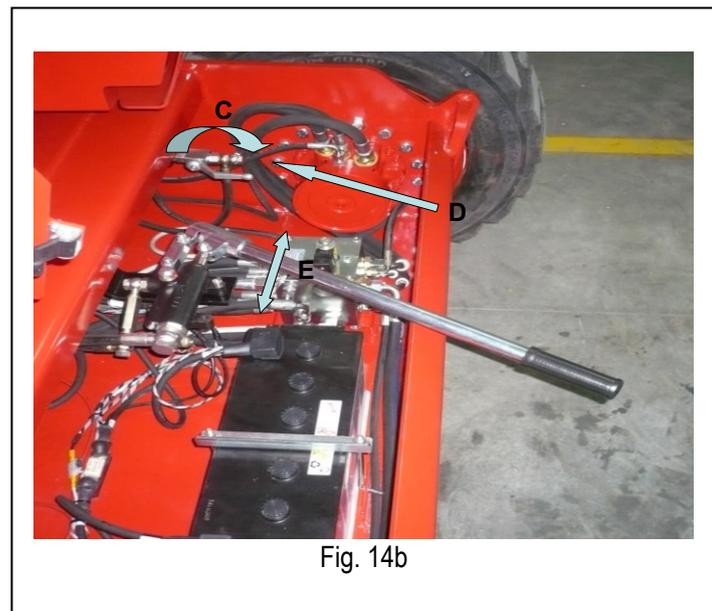

Fig. 14b
- 6) Girar a derechas la palanca de la válvula de desbloqueo circuito de remolque de emergencia (fig. 14b letra "C").
- 7) Actuar sobre la palanca de accionamiento, bombeando hasta que se produzca el endurecimiento del movimiento (fig. 14b letra "E").
- 10) Una vez efectuado el remolque, remover la palanca y colocarla en su alojamiento, volver a poner la palanca de la válvula de desbloqueo circuito remolque de emergencia en posición horizontal (posición de salida) girando a izquierdas (fig. 14b letra "D").